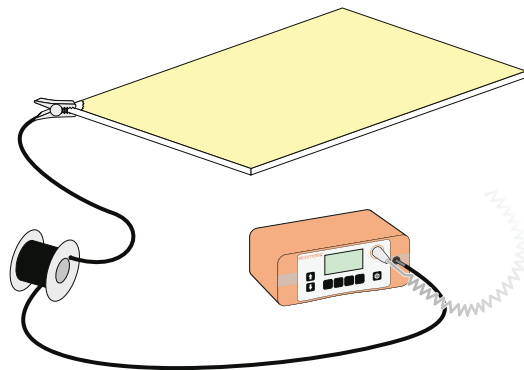

Figure 2
- 2 Fixer la pince du câble de mise à la terre sur une zone du substrat non revêtue. Brancher l'autre bout du câble sur l'instrument. (Figure 2).